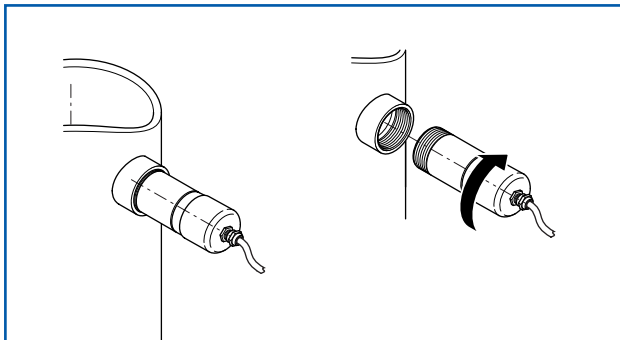

Fig. 3 : Vissé sur un manchon
- vissé directement sur un manchon fileté G 1 1/2" (fig. 3)